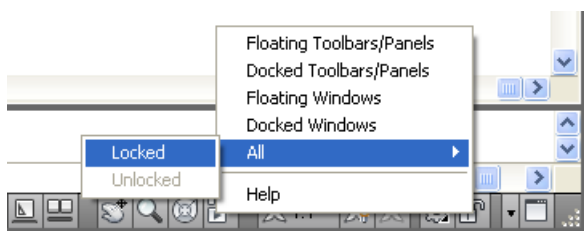

Рис. 4.4
- викликати контекстне меню разом з переліком команд блокування (Lock Location) у графічному вікні панелей інструментів і діалогових вікнах, якщо покажчик курсору встановлено на кнопці  зі значком замка, розміщеного на правій границі рядка стану (рис. 4.4).